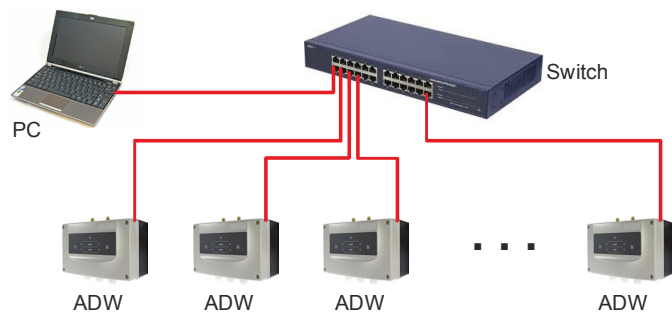

Fig. 41 Configuración de una red ADW Ethernet
- La longitud máxima de línea entre los dispositivos, tal como se muestra en la Fig. 41 (conmutador – ADW / conmutador – PC), es de 100 m.